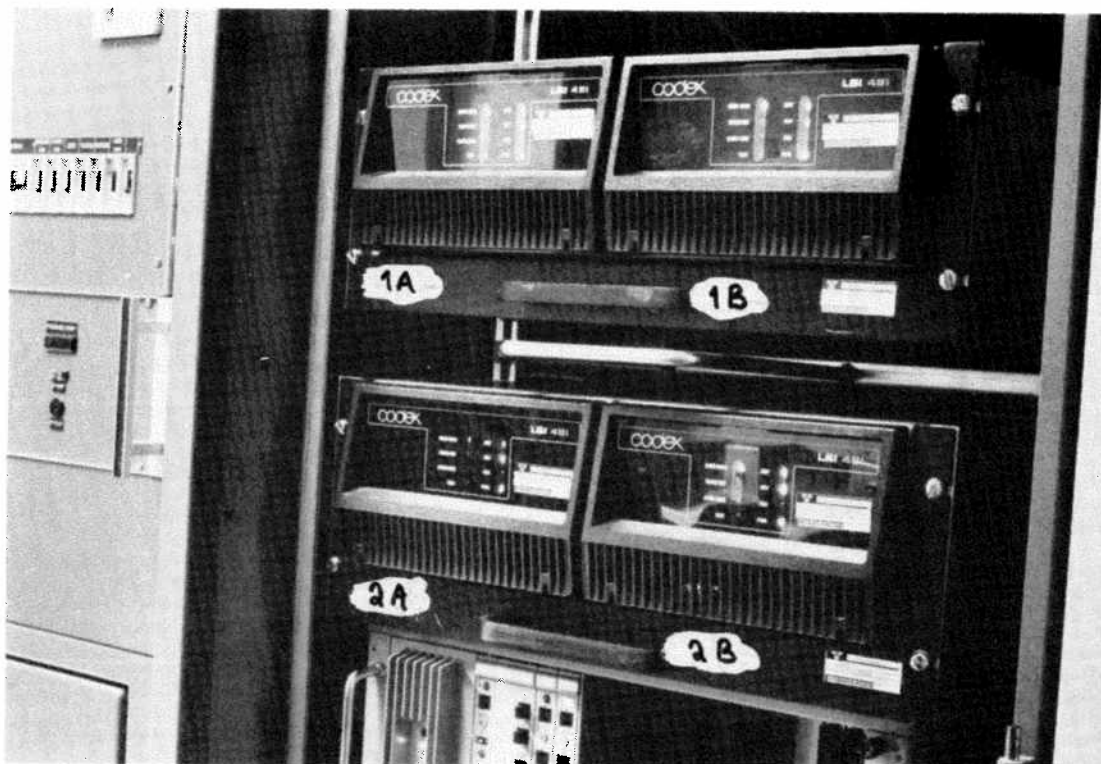

Bild 48. Modemens placering i radarhydda 2
Modemens fysiska placering framgår av bild 48.
- o Lossa de fyra skruvarna till höger och vänster om modemerna 2A och 2B. Se bild 48.